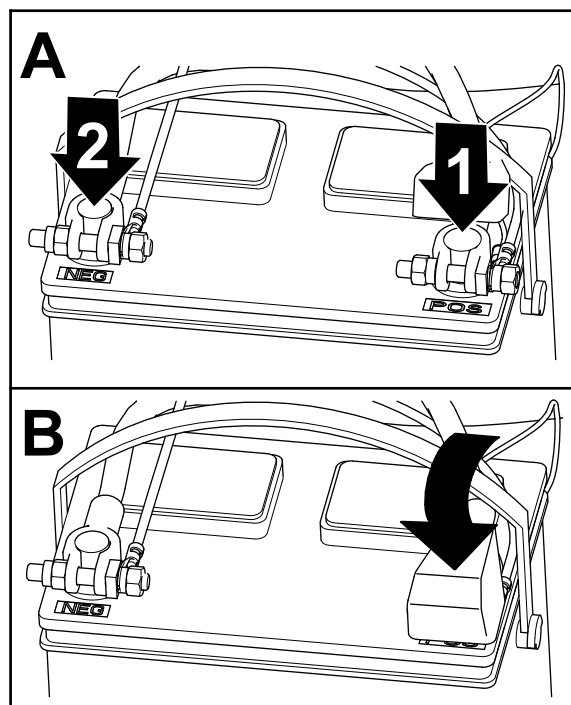

Figura 8
1. Conecte el cable positivo a la batería y apriete la tuerca de pinza de la batería (Figura 8).
2. Conecte el cable negativo a la batería y apriete la tuerca de pinza de la batería (Figura 8).
3. Monte el aislante sobre el terminal positivo de la batería (Figura 8).